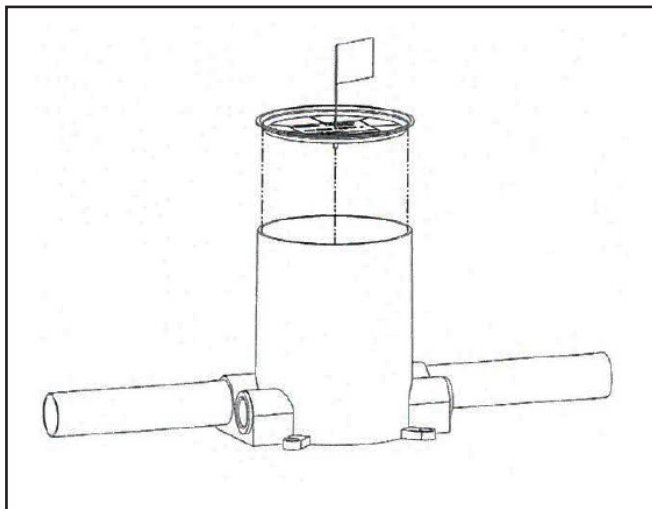

FIGURE 1
- Install locator flag. (Fig. 1).
- Installer le repère de localisation. (Fig. 1).
4. Instalar la bandera de localización. (Fig. 1).